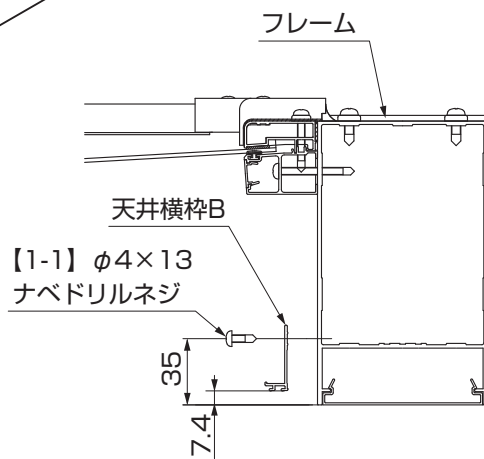

図4-5 A部詳細図
- ③ フレームにφ3.5の下穴をあけ天井横枠Bを寸法の位置に【1-1】で取付けてください。(図4-5、図4-6参照)